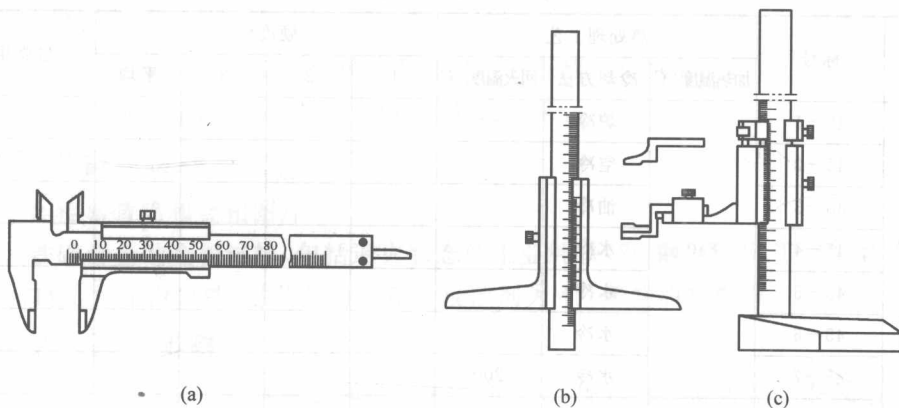

图 1.1 常见游标卡尺
1. 读数部分由主尺和游标组成,如图 1.1 所示。利用主尺刻线间距与游标刻线间距差来进行小数读数。通常,主尺上刻有间距为 1 mm 的刻线。主尺间距 49 格刻线宽度与游标 50 格刻线宽度相等,两者刻线间距差为 0.02 mm,即游标分度值为 0.02 mm (游标分度值可分为 0.1 mm、0.05 mm、0.02 mm)。